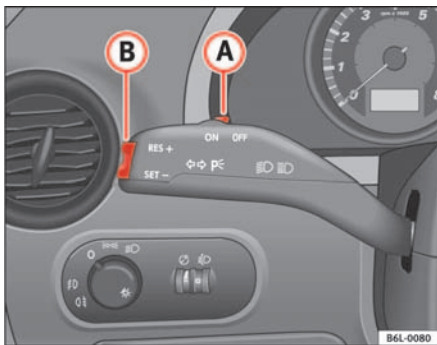

Abb. 101 Blinker- und Fernlichthebel: Schalter und Wippe für GRA
- Drücken Sie den unteren Teil der Wippe **SET** ⇒ Abb. 101 **A** einmal kurz, wenn die zu speichernde Geschwindigkeit erreicht worden ist.